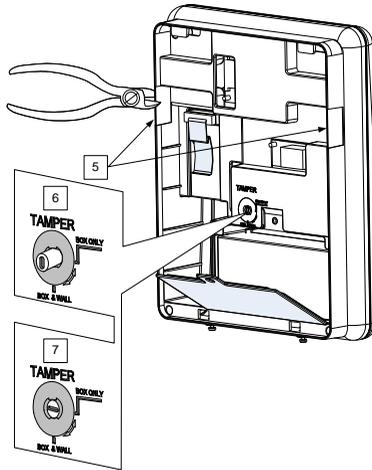

Figure 4 : Installation murale
2. Maintenez, tel un modèle, le support de fixation contre le mur et inscrivez l'emplacement des orifices de montage (5 orifices de montage élément 1, et un trou supplémentaire pour sécuriser la protection d'autoprotection élément 2, sont disponibles, voir Figure 4).
- a. Configuration boîtier et mur, (voir 6, Figure 4) - Activation du contact d'autoprotection à l'ouverture de l'Agility ou en cas d'arrachement de l'Agility du mur.
- b. Configuration boîtier seul (voir 7, Figure 4) - Activation du contact d'autoprotection à l'ouverture de l'Agility.
2. Selon l'emplacement du câble réseau, dirigez et insérez le câble dans les ouvertures (voir Figure 4).
3. Si nécessaire, retirez les ouvertures pour les câbles (5, Figure 4) pour permettre le passage du câble.